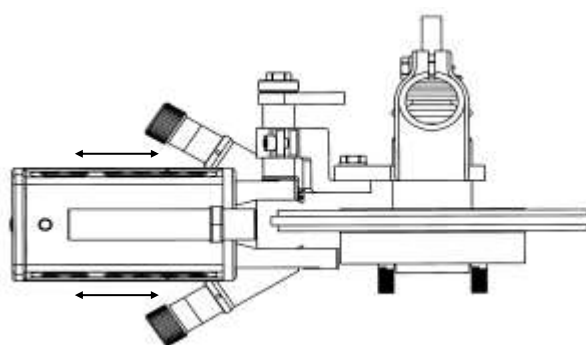

Fig. 64
6. Fare avanzare lentamente le slitte fino al centro del mozzo, fig. 64.